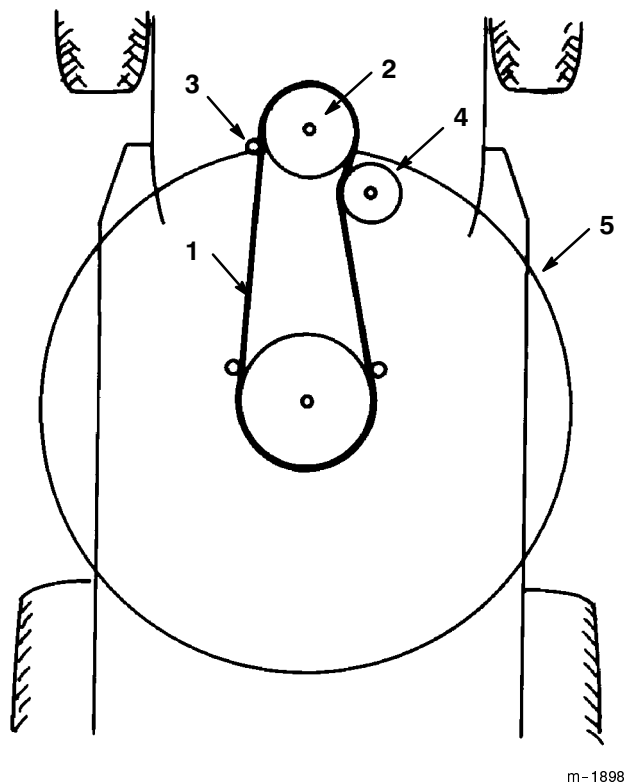

Figure 38
10. Déposez la courroie d'entraînement des lames de la poulie motrice inférieure (Fig. 38). En procédant prudemment, il est possible d'écarter les guide-courroie de la poulie juste assez pour enlever la courroie. Si cela s'avère trop difficile, desserrez les boulons et les écrous de fixation des guide-courroie.
4. Passer la courroie d'entraînement des lames sur la poulie motrice inférieure (Fig. 38). En procédant prudemment, il est possible d'écarter les guide-courroie de la poulie juste assez pour passer la courroie. Si cela s'avère trop difficile, desserrez les boulons et écrous de fixation des guide-courroie.